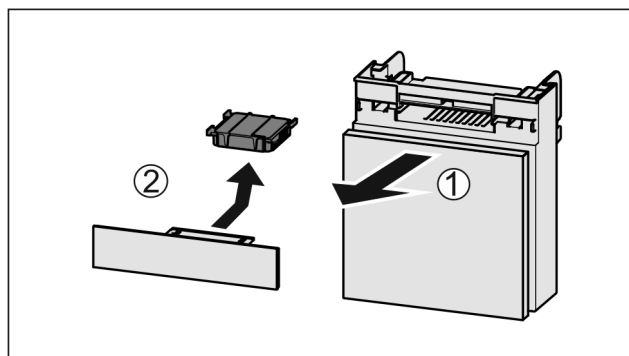

Fig. 50
- Fach nach vorne herausziehen Fig. 50 (1).
- Aktivkohlefilter entnehmen Fig. 50 (2).